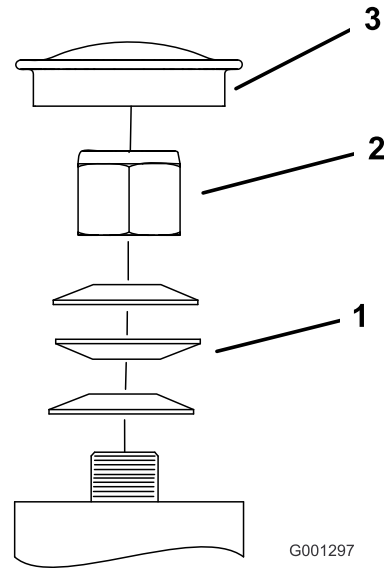

Figura 69
3. Retire o tampão antipoeira da roda e aperte a porca de bloqueio (Figura 69).
4. Aperte a porca de freio até que as anilhas de mola estejam planas e, em seguida, recue 1/4 de volta para aplicar devidamente a pré-carga nos rolamentos (Figura 69).
**Importante:** Certifique-se de que as anilhas de mola estão corretamente montadas como se mostra na Figura 69.
5. Instale o tampão antipoeira (Figura 69).